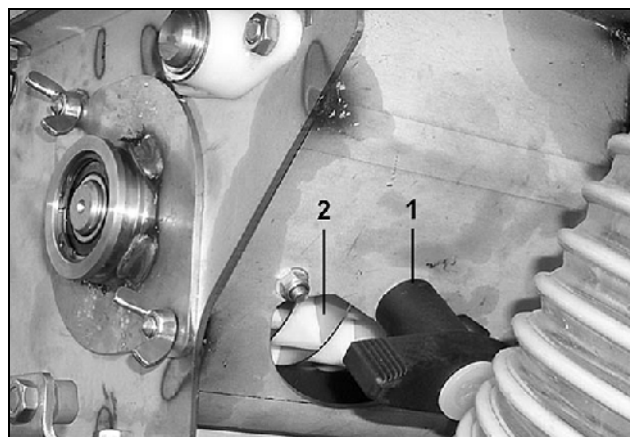

Fig. 117
- Spjældet til udtømning af restmængde (Fig. 117/2) åbnes ved at dreje grebet (Fig. 117/1).
- Spjældet til udtømning af restmængde (Fig. 117/2) lukkes, hvorefter den tømte opsamlingsbeholder atter fastgøres på såsædsbeholderen.